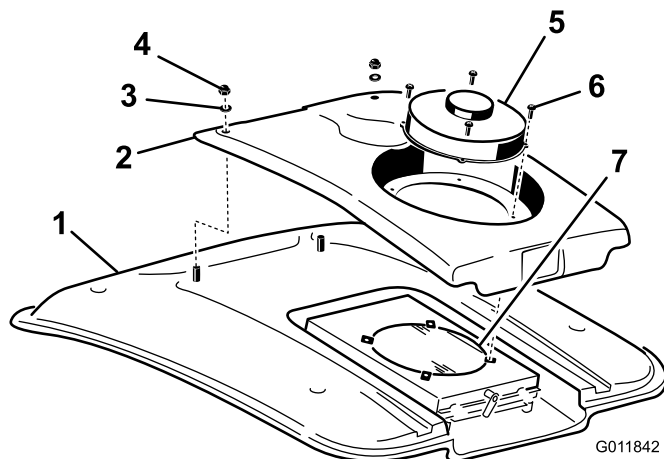

図 56
2. ファンとコンデンサカバーをファンマウントに固定しているネジ（4本）を取る（図 56）。
4. コンデンサカバーの前部をキャブの屋根に固定しているナット（2個）とワッシャを外す（図 56）。
8. スクリーンを圧縮空気ですていねいに洗浄する（図 56）。